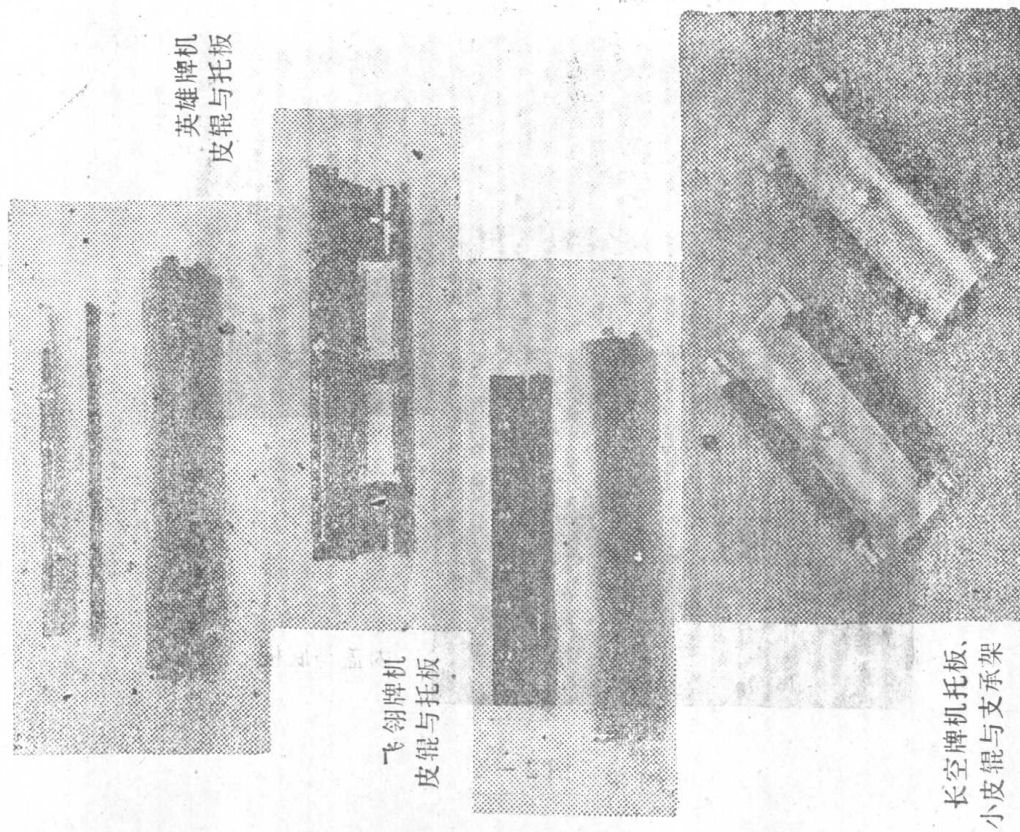

图 2-5
A. 夹纸 由大皮辊、小皮辊、小皮辊支承架与小皮辊托板(托板上有标尺)组成(见图2-5)。大皮辊显露在外,小皮辊在大皮辊下面,放在支承架上,取出大皮辊后才可见到小皮辊。
长空牌机内有两个小皮辊支承架和四条小皮辊。英雄牌机与飞翎牌机内有一个小皮辊支承架和两条小皮辊(见图2-5)。